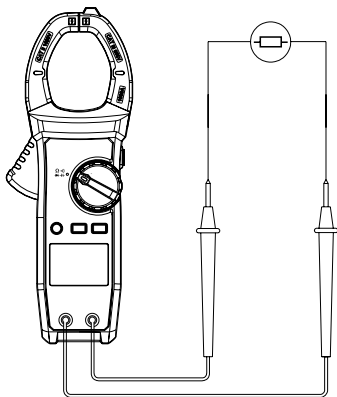

Рис. 8 Измерение сопротивления
- 2) Установите переключатель на Ω , нажмите SELECT, чтобы выбрать измерение сопротивления Ω , подсоедините щупы тестовых проводов к выводам тестируемого элемента (см. рис. 8).